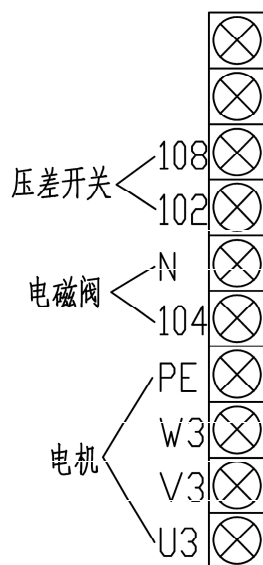

图 4
\* (1) 电机接线：电机三相分别接 U3、V3、W3；地线接 PE。（见图 4）接于电控箱右侧下端的 10 位端子板上。
\* (2) 电磁阀接线：电磁阀端红线接电控箱 104 端子、黑线接电控箱 N 端子。黄绿线接电控箱 PE 端子（见图 4），接于电控箱右侧下端的 10 位端子板上。
\*\*\* (3) 压差开关接线：压差开关端 NO 端子接电控箱 102 端子、COM 端接电控箱 108 端子。（见图 4）接于电控箱右侧下端的 10 位端子板上。